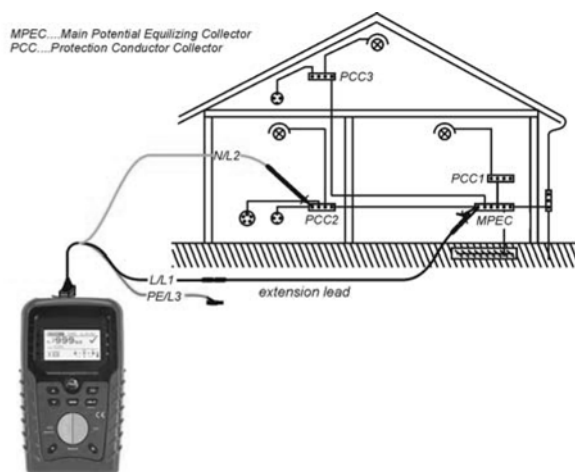

Bild 5.9: Anschluss des Universal-Prüfkabels mit optionaler Verlängerungsleitung
- ❑ **Schließen** Sie die Prüflleitungen an der entsprechenden Schutzerde-Verdrahtung an (siehe *Bild 5.9*).